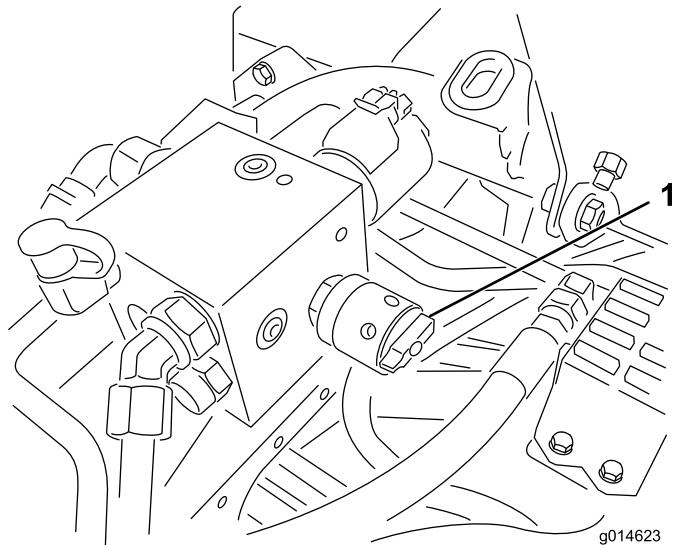

图39
4. 要设置滚刀的速度, 请旋转旋钮 (图39) 直至指示器箭头与表示所需设置的数字对齐为止。